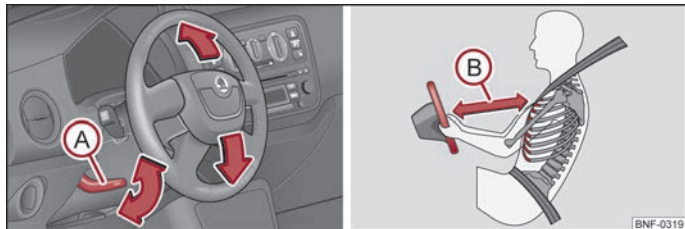

Fig. 57 Indstilling af rat / Sikker afstand til rattet
- Drej armen (A) under rattet nedad ⇒ Fig. 57 ⇒ ⚠.
- Tryk armen (A) helt op.
- Føreren skal have en afstand på mindst 25 cm til rattet ⇒ Fig. 57 (B). Hvis du ikke overholder minimumsafstanden, kan airbagsystemet ikke beskytte, som det skal – livsfare!